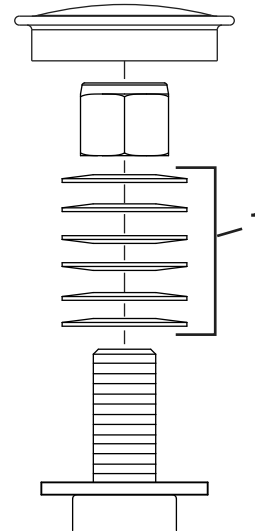

Figure 89
3. Déposez le capuchon protecteur de la roue pivotante et serrez le contre-écrou (Figure 89).
4. Continuez de serrer le contre-écrou jusqu'à ce que les rondelles élastiques soient aplaties, puis desserrez-le d'un quart de tour pour obtenir la précharge correcte des roulements (Figure 89).
Important: Veillez à placer les rondelles élastiques correctement, comme montré à la Figure 89.
5. Reposez le capuchon protecteur (Figure 89).